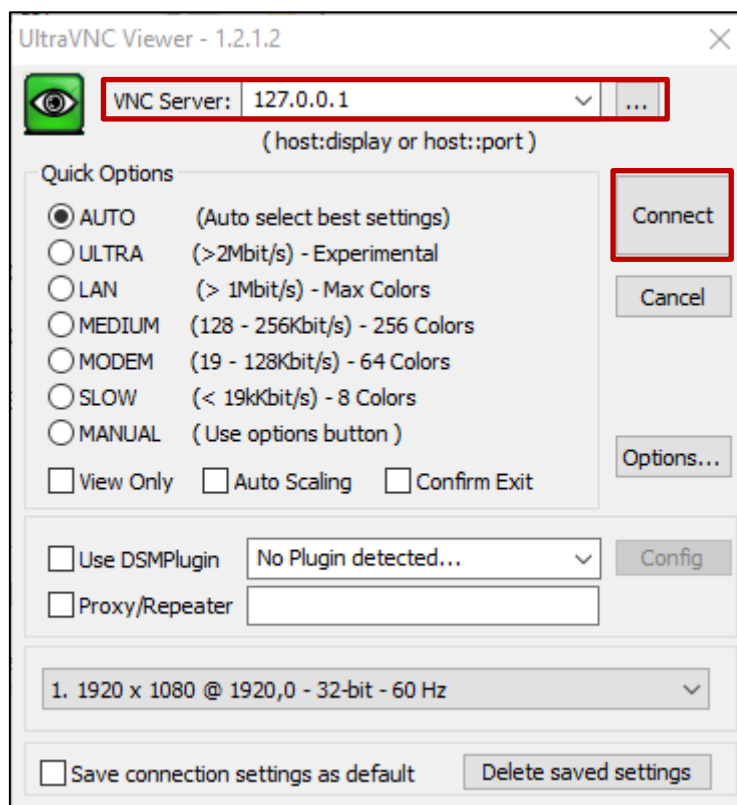

Рисунок 4. Настройки подключения по VNC
3. Запустить программу «Ultra VNC Viewer» указав в качестве сервера VNC ip адрес 127.0.0.1 и нажать «Connect» (рисунок 4).